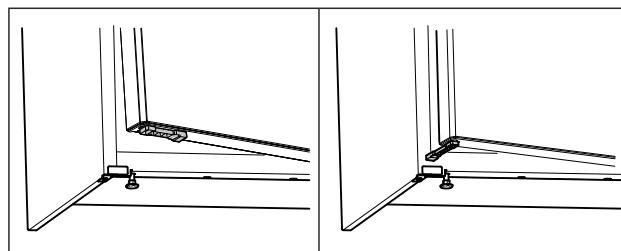

Fig. 54 *
- Vrid dörröppningsbegränsare i 90°. (se Fig. 54) *